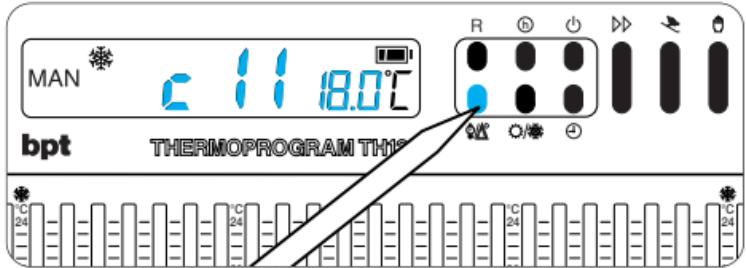

Fig. 36
11.1 - Premere il pulsante $\textcircled{\Delta}$ (fig. 36).